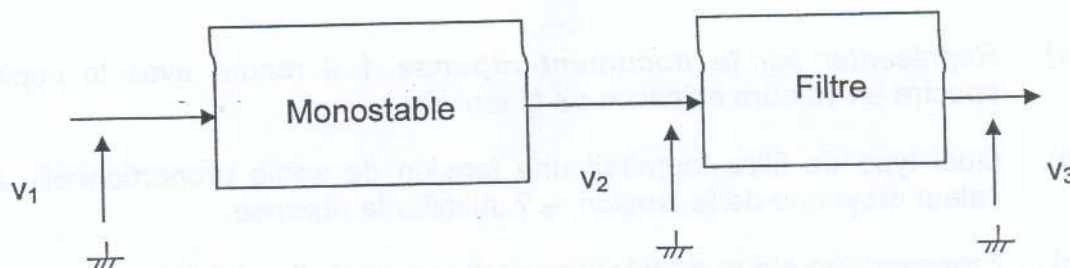

Figure 5
A.2. Conversion fréquence / tension (figures 5 et 6)